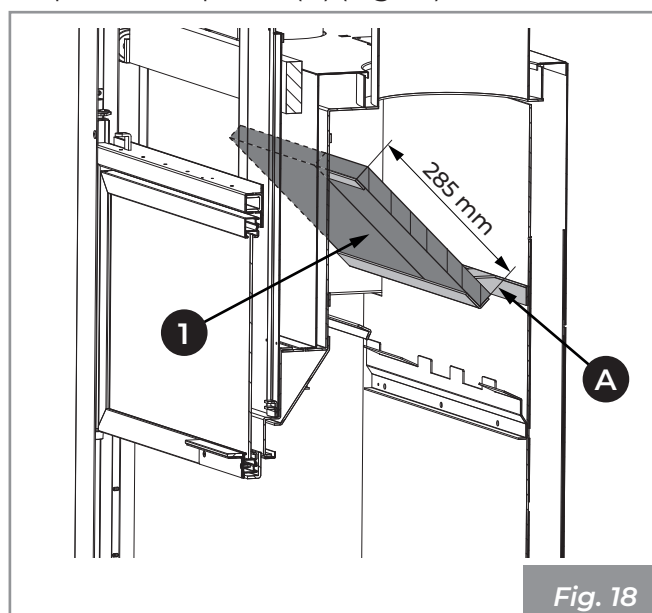

Fig. 18
- 2) Colocar los paneles (1) apoyándolos en los respectivos soportes (A) (Fig. 18).